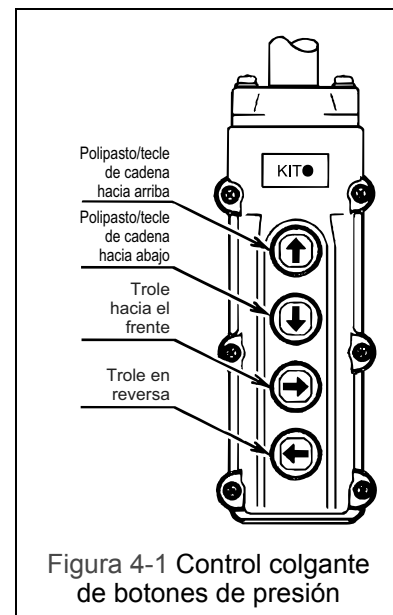

Figura 4-1 Control colgante de botones de presión
4.3.1 Polipasto/tecle de cadena y trole con control colgante de 4 botones - Cuando se usa el control colgante oprima el botón de Ascenso para elevar el gancho del polipasto/tecle de cadena o el botón de Descenso para bajarlo como se muestra en la Figura 4-1. Oprima el botón de movimiento hacia delante y en reversa para desplazar el trole horizontalmente. Para detener el movimiento suelte los botones.